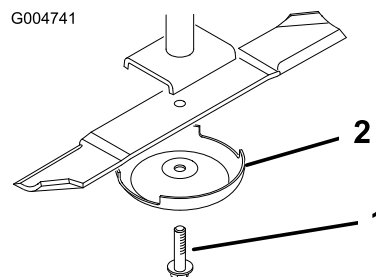

Figure 144
4. Tenez la lame par son extrémité avec un chiffon ou un gant épais et enlevez le boulon, la coupelle de protection et la lame de l'axe de pivot (Figure 144).